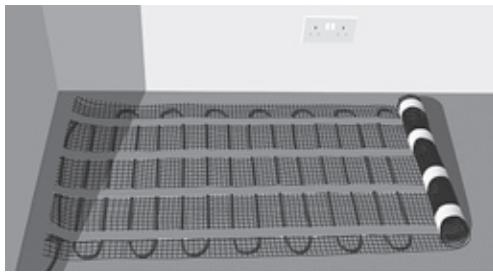
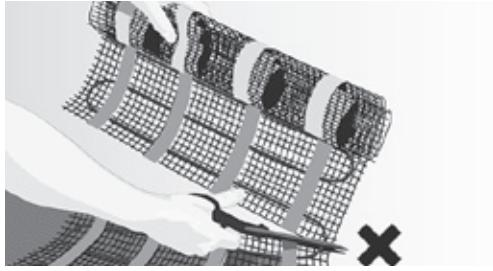
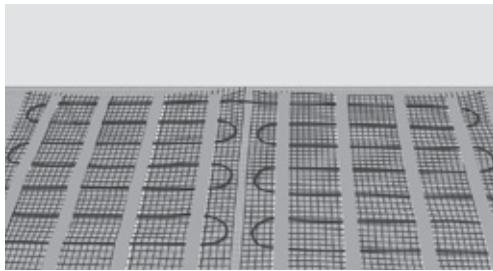

Fig. 4. Rull ut matten
Fig. 5. Klipp og vri uten å skade kabelen
Fig. 6. Gulv dekket med matten
8. Rull ut matten på gulvet med nettingsiden opp, til du når veggen eller en hindring (fig. 4). Klipp opp og drei på matten for å fortsette med nedleggingen. Ikke klipp over kabelen (fig. 5). Gjenta dette til du har dekket gulvet (fig. 6).